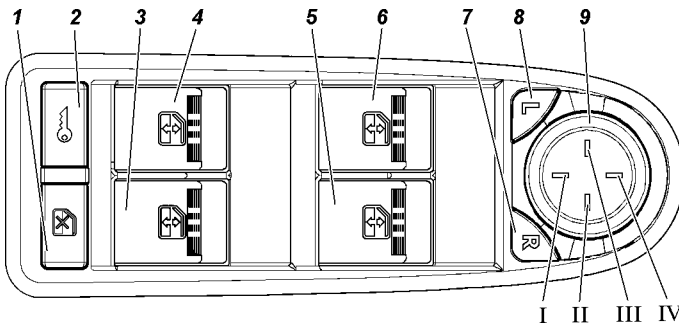

Рис. 3.9. Модуль переключателей двери водителя с мультиплексным управлением:
Система может быть переведена в режим быстрой разблокировки двери водителя, когда при однократном нажатии на кнопку 2 ПДУ или повороте ключа в замочной скважине водительской двери происходит только разблокировка двери водителя, а при повторном нажатии на кнопку 2 ПДУ или кнопку 2 (рис. 3.9) МДВ - разблокировка остальных боковых дверей и двери задка.
- нажать выключатель 2 (рис. 3.9) МДВ. Каждое нажатие производит блокировку или разблокировку замков.
Управление положением стекла производится выключателями, расположенными на подлокотниках соответствующих дверей автомобиля. На подлокотнике двери водителя выключателями 3,4,5,6 (рис. 3.9), осуществляется управление перемещением положения стекол боковых дверей.
Управление электроприводом левого и правого наружных зеркал производится единым переключателем 9 (рис. 3.9), расположенным на МДВ. Выбор подлежащего регулировке по командам от переключателя зеркала производится одним из выключателей 7 или 8 МДВ - кнопок выбора зеркала. Одновременная регулировка положения левого и правого зеркал невозможна.